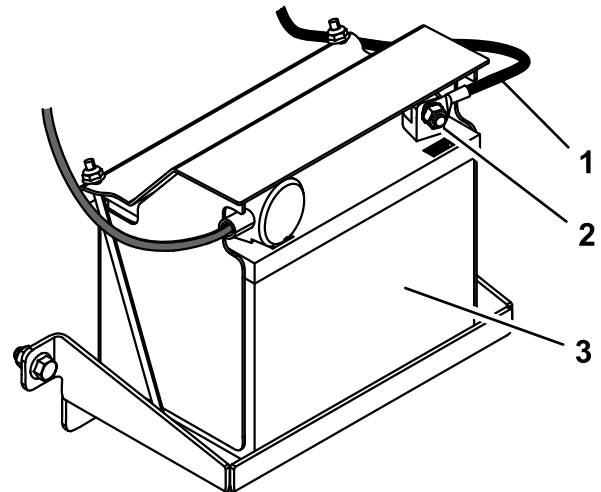

Рисунок 6
- Подсоедините отрицательный кабель к отрицательному (-) штырю аккумуляторной батареи, используя болт и гайку, прикрепленные к кабелю (Рисунок 6).